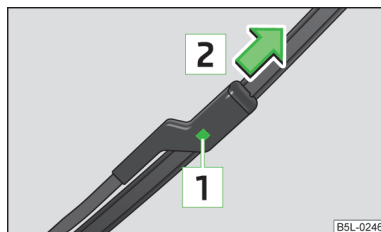

Fig. 34
- Déverrouillez le verrouillage [1] » fig. 34 dans le sens de la flèche et retirez le balai d'essuie-glace dans le sens de la flèche [2].